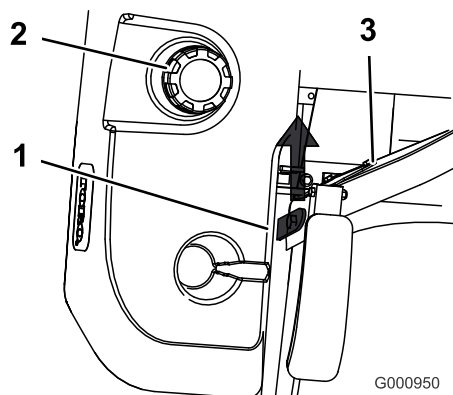

Figura 14
3. Sollevate il sedile (Figura 14)